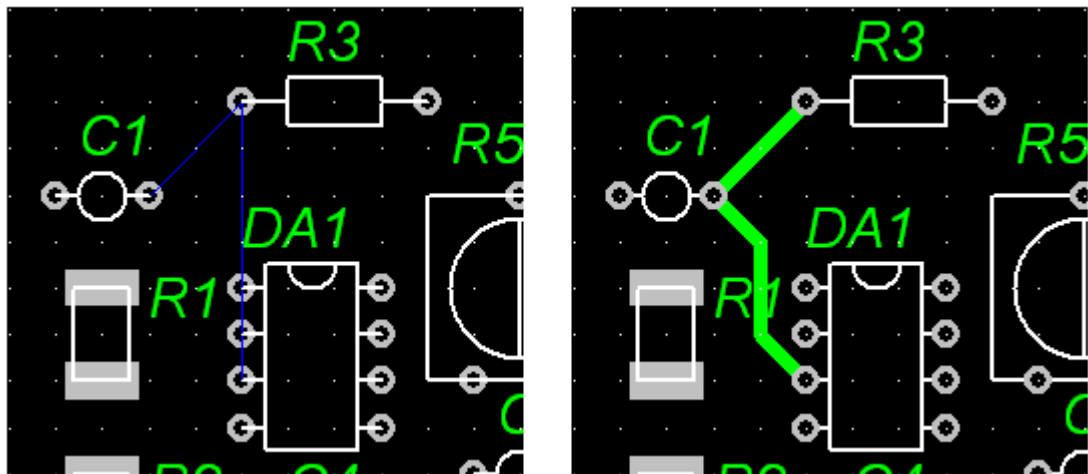

Рис. 2 Отображение соединения и его трассировка
- 2.4 При этом цепь на чертеже будет отображаться в виде тонких, синих линий (рис. 2).
- 2.8 Соедините требуемые контактные площадки линией печатного проводника (рис. 2).